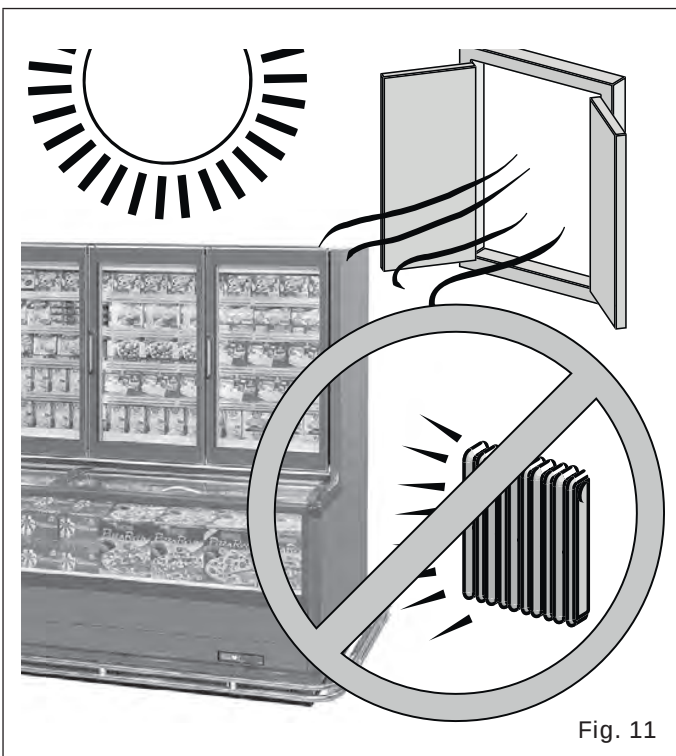

Fig. 11
- ES • Longe de fontes de calor, da radiação direta do sol, de portas, janelas, ventiladores e bocas de ventilação ("Fig. 11").